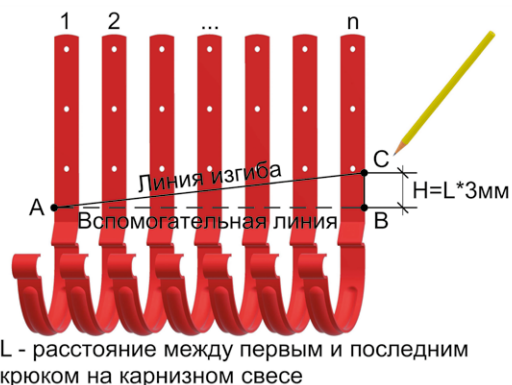

Рис. 7 Разметка карнизных крюков для последующего изгиба
4.1.2 Затем следует уложить и выровнять пронумерованные крюки. От предварительно найденной точки А необходимо провести перпендикуляр и получить точку В (вспомогательная линия АВ на рис. 7). Далее от точки В следует отложить величину равную расстоянию на карнизном свесе между первым и последним крюком в метрах * 3 мм. То есть, если расстояние между крюками 5 м, то $5 \times 3 = 15$ мм. Таким образом получается точка С. Затем необходимо соединить точки А и С. Полученный отрезок и есть линия изгиба.